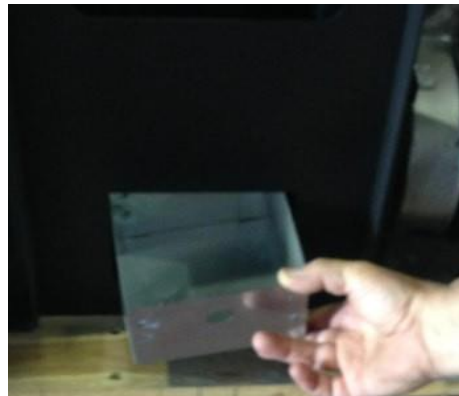

Fig.27.1.3
- Retirar a gaveta de cinzas (fig. 27.1.3);